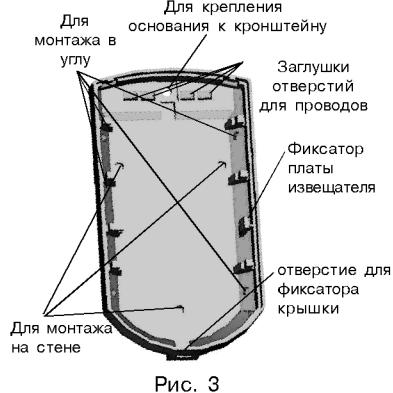

Рис. 3
- снимите крышку извещателя, откав при помощи отвертки фиксатор крышки через отверстие расположеннное в нижней части основания извещателя (рис.3);
- просверлите в основании извещателя отверстия, которые будут использоваться для прокладки проводов и крепления извещателя (см.рис.3);
- при креплении на кронштейне выверните винт из сферы, совместите квадратный выступ сферы с соответствующим пазом в верхней части основания извещателя (рис.3), вставьте винт в отверстие в верхней части основания и заверните, не затягивая;